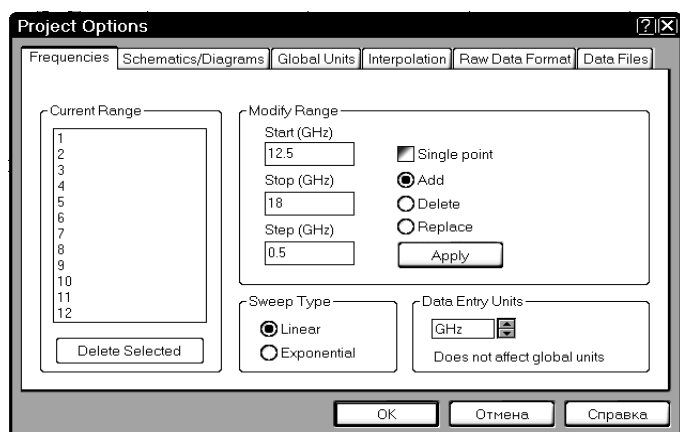

Рис. 1.12
3. В диапазоне заграждения лучше характеристику отобразить точнее, т.е. с более мелким шагом. Поэтому отметьте **Add** (Добавить) и затем в поле **Start(GHz)** введите **12.5**, в поле **Stop(GHz)** введите **18** и в поле **Step** введите **0.5** (рис. 1.12). Нажмите **Apply** и затем **OK**.